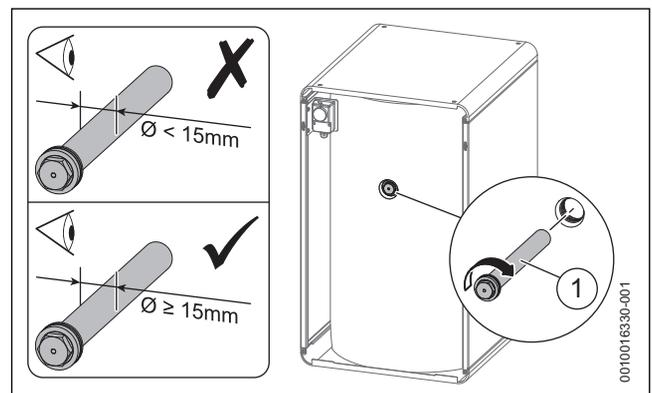

Fig. 114 Inspection de l'anode en magnésium
- ▶ Inspecter l'anode en magnésium (→ Fig. 114).